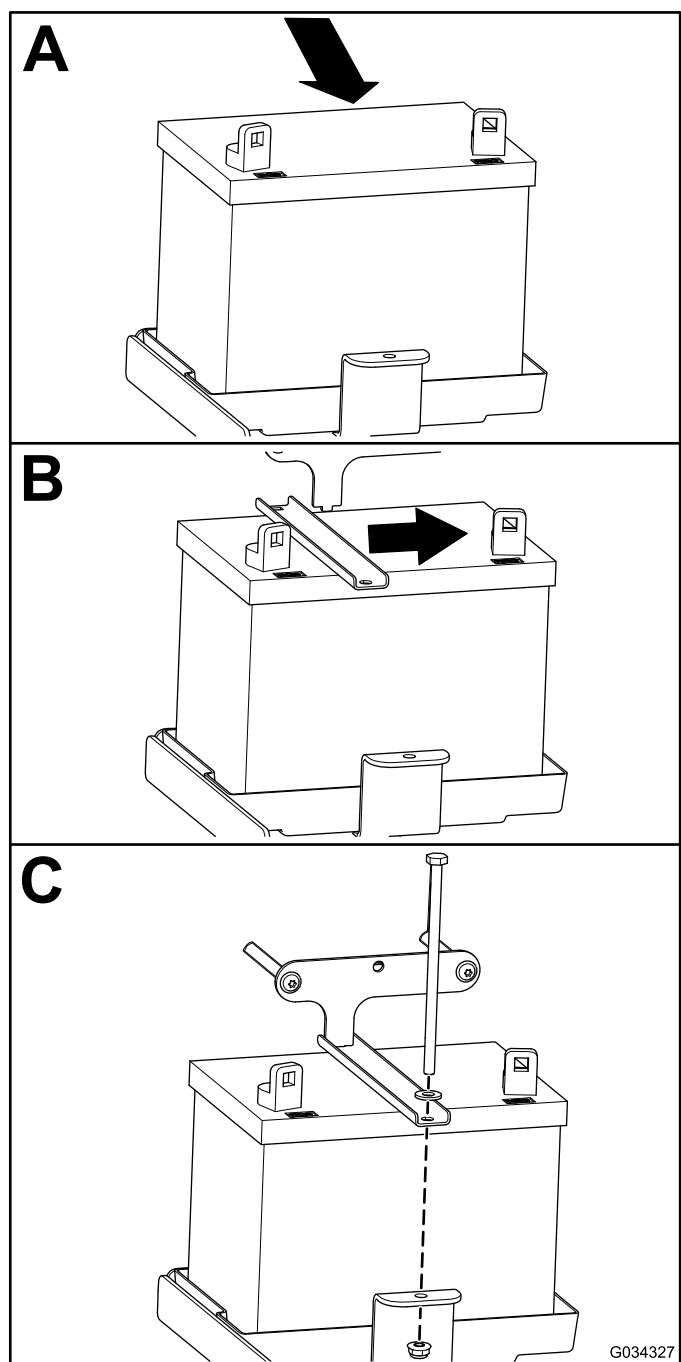

Figura 47
1. Instale a bateria como se mostra na Figura 47.